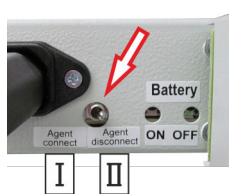

Fig. 27: Interruptor de bloqueo
1. ► Bloquear el sistema: conmutar el interruptor de bloqueo (Fig. 27/flecha) a “Agent disconnect [bloqueado]” (Fig. 27/ II).